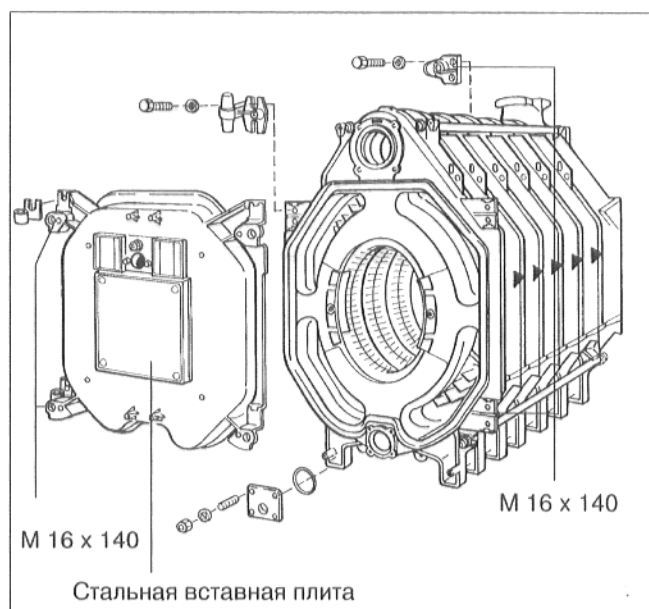

Рис. 24
- Закрывать дверцу горелки и закрепить машинными винтами (4 x М 16 x 140) соответственно рис. 24. Винты затягиваются равномерно крест-накрест.
- Просверлить или вырезать автогеном в стальной вставной плите (рис. 24) отверстие диаметром соответствующим трубке горелки (Ø макс. 360 мм). Просверлить отверстия для крепления горелки, соответственно расположению отверстий фланца для монтажа горелки.